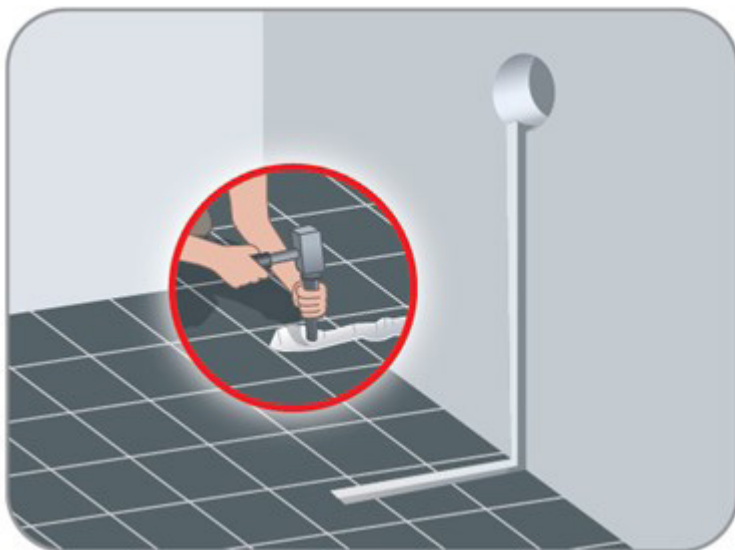
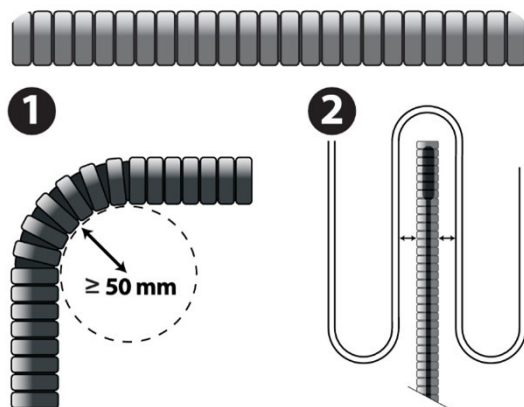
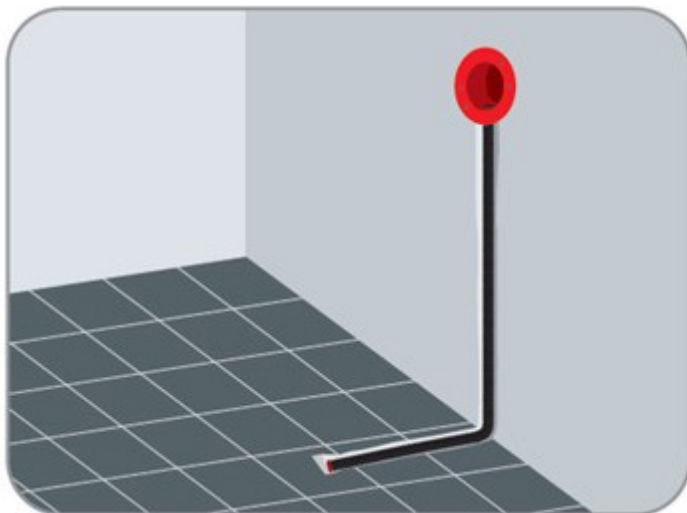

Bild 1 – kanal i golv och vägg med hål för eldosan
Bild 2 – lägsta böjradie för Flexpipe (1) och placering av Flexpipe mellan kabeln (2)
Bild 6 – Flexpipe installerat i väggen och golvet
1. Borra ett hål för eldosan med borsten eller hålsågen. Gör en kanal i golvet och väggen (bild 1) där Flexpipe som skyddar golvtemperaturgivaren ska placeras. Givaren ska vara placerad i mitten av kabel C-C-avståndet (bild 2 – punkt 2).
5. Installera Flexpipe i kanalen i golvet och väggen (bild 6). Rörets lägsta böjradie är 50 mm (bild 2 - punkt 1).